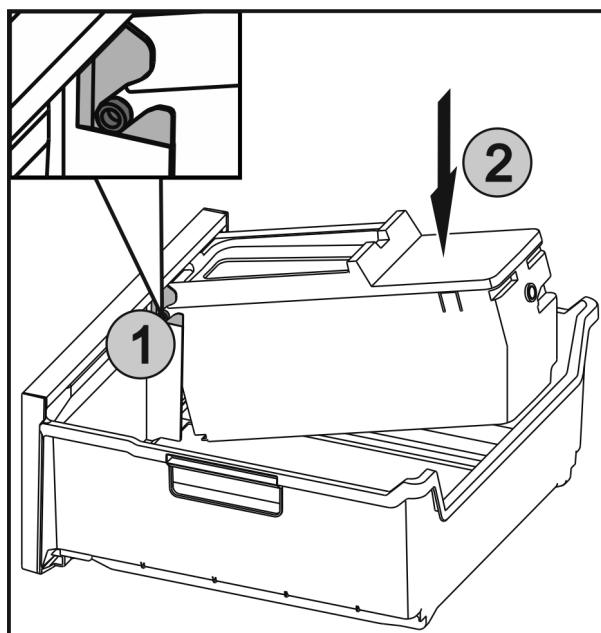

Fig. 40
- Zasuňte osy Fig. 40 (1) na EasyTwist-Ice do vedení a zatlačte zadní stranu Fig. 40 (2) tak, aby západka zaklapla.